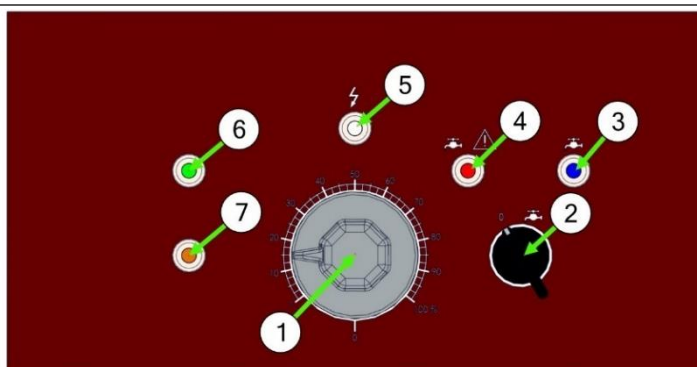

Fig. 1
Mettre l'appareil sous tension au disjoncteur. Le voyant blanc (Fig. 1 – Rep. 1) s'éclaire, indiquant la présence tension dans l'appareil, puis :
- Mettre la commande de l'électrovanne eau (Fig. 1 – Rep. 2) sur la position , le remplissage de la cuve commence. Lorsque le niveau d'eau est suffisant (Lorsque l'eau commence à s'écouler par la surverse), couper le remplissage d'eau.
- Faire préchauffer la grille : Tourner le doseur d'énergie (Fig. 1 – Rep. 1) dans le sens horaire. Dès lors que le curseur du doseur d'énergie se trouve entre les valeurs 1 et 100% Le voyant vert (Fig. 1 – Rep. 6) s'éclaire, indiquant le fonctionnement de l'appareil. Amener le curseur du doseur à la valeur 100% durant quelques minutes (10 minutes de préchauffage maximum). L'allumage du voyant ambré (Fig. 1 – Rep. 7) indique que les résistances chauffent.
En cours de cuisson, en particulier lors d'un usage prolongé et intensif de l'appareil, il est possible que l'eau du fond de bac s'évapore. Dans ce cas, et afin d'éviter l'incrustation de graisses brûlées au fond du bac, un thermostat de sécurité coupe la chauffe et le voyant rouge (Fig. 1 – Rep. 7) s'éclaire.